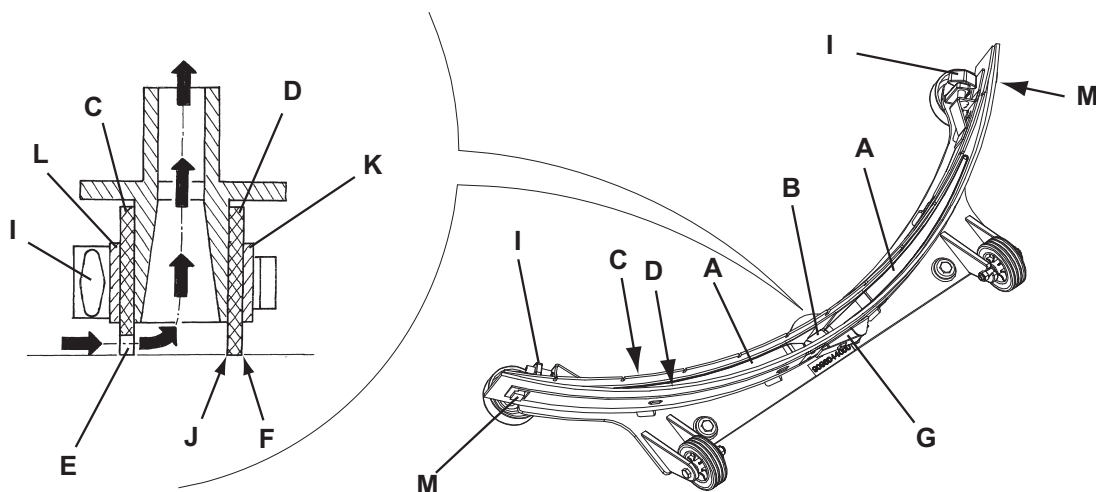

Abbildung 3
2. Netzkabel (3) vom Stromnetz lösen und auf den Halter (4) wickeln.
3. Sauglippe (21) mit dem Hebel (7) absenken.
4. Sterngriffe (22) lösen und Sauglippe (21) abnehmen.
5. Ansaugrohr (11) von der Sauglippe abnehmen.
6. Die Sauglippe aus Stahl (Abb. 2) oder aus Aluminium (Abb. 3) waschen und reinigen. Insbesondere die Räume (A, Abb. 2 oder 3) und das Loch (B) reinigen. Überprüfen, ob der vordere (C) und der hintere Gummi (D) unversehrt sind und keine Schnitte oder Risse aufweisen, gegebenenfalls austauschen (siehe nachstehender Absatz).
1. Die Sauglippe (Abb. 3) reinigen, und dabei wie angegeben im vorhergehenden Abschnitt vorgehen.
2. Prüfen dass der Saum (E, Abb. 3) des Vorgummis (C) und der Saum (F) des Hintergummis (D) gleichzeitig auf einem flachen Fußboden über ihre ganze Länge ruhen, ansonsten in der Höhe wie folgt beschrieben einstellen:
- Den Zugstab (G) entfernen und die Befestiger (M) lösen, das Hintergummi (D) einstellen und die Befestiger ankuppeln und den Zugstab installieren.
- Sterngriffe (I) lösen und vorderen Gummi (C) einstellen. Sterngriffe wieder festdrehen.
3. Überprüfen, ob der vordere (C) und der hintere Gummi (D) unversehrt sind und keine Schnitte oder Risse aufweisen, gegebenenfalls wie folgt austauschen. Überprüfen, ob die Vorderkante (J) des hinteren Gummis verschlissen ist. Gegebenenfalls Gummi umdrehen und eine der drei unversehrten Kanten als Vorderkante verwenden. Sind auch die anderen drei Kanten abgenutzt, Gummi wie folgt austauschen:
- Zugstange (G) entfernen, Haltevorrichtungen (M) lösen, Haltestreifen (K) abnehmen und hinteren Gummi (D) umdrehen/ austauschen. Gummi in umgekehrter Reihenfolge einbauen.
- Sterngriffe (I) aufdrehen, Haltestreifen (L) abnehmen und vorderen Gummi (C) austauschen. Gummi in umgekehrter Reihenfolge einbauen.
4. Ansaugrohr (11) an die Sauglippe anschließen.
5. Sauglippe (21) montieren und Sterngriffe (22) festdrehen.
6. Falls erforderlich, Sterngriff Sauglippenausgleich (23) einstellen.